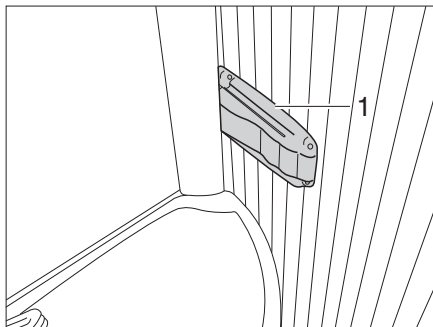

Fig. 239 Toilettes Vario, blocage de la paroi de douche
- Appuyer sur le dispositif de blocage (Fig. 239,1) situé à la droite du rebord du lavabo et tirer légèrement le lavabo. Le lavabo se déplace avec la paroi arrière vers l'avant.